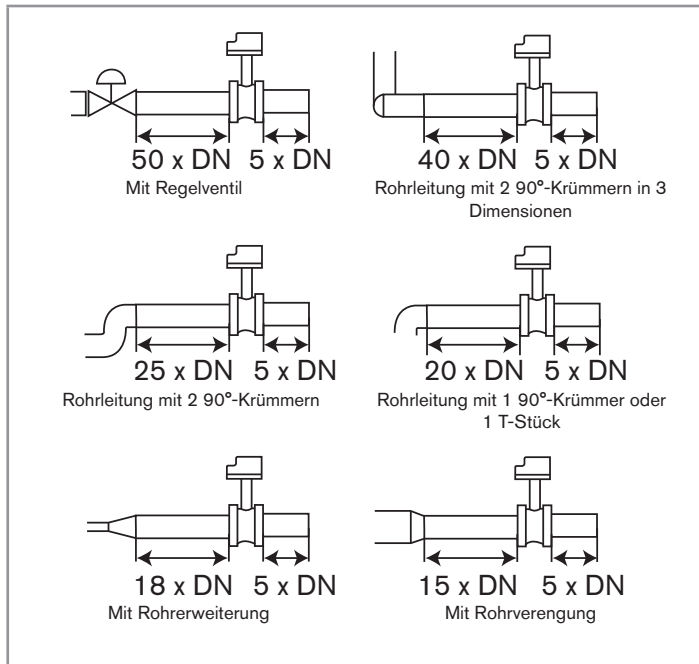

Bild 4: Mindest-Ein- und -Auslaufstrecken je nach Aufbau der Rohrleitungen.
- Die Armatur so in der Rohrleitung installieren, dass die durch die Norm EN ISO 5167-1 definierten Mindest-Ein- und -Auslaufstrecken eingehalten werden (siehe Bild 4).